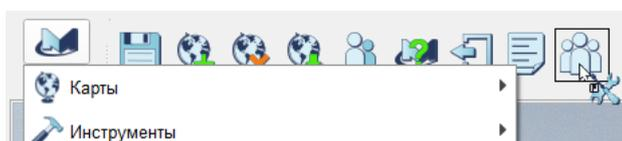

Рис. 25
3.6.2.7. Замещение одного элемента другим на панели быстрого доступа с последующим удалением из панели быстрого доступа замещаемого элемента осуществляется путем переноса замещающего элемента поверх замещаемого до появления рамки, сигнализирующей о готовности панели быстрого доступа к замещению элемента (рис. 25). Для завершения действия ЛКМ необходимо отпустить.